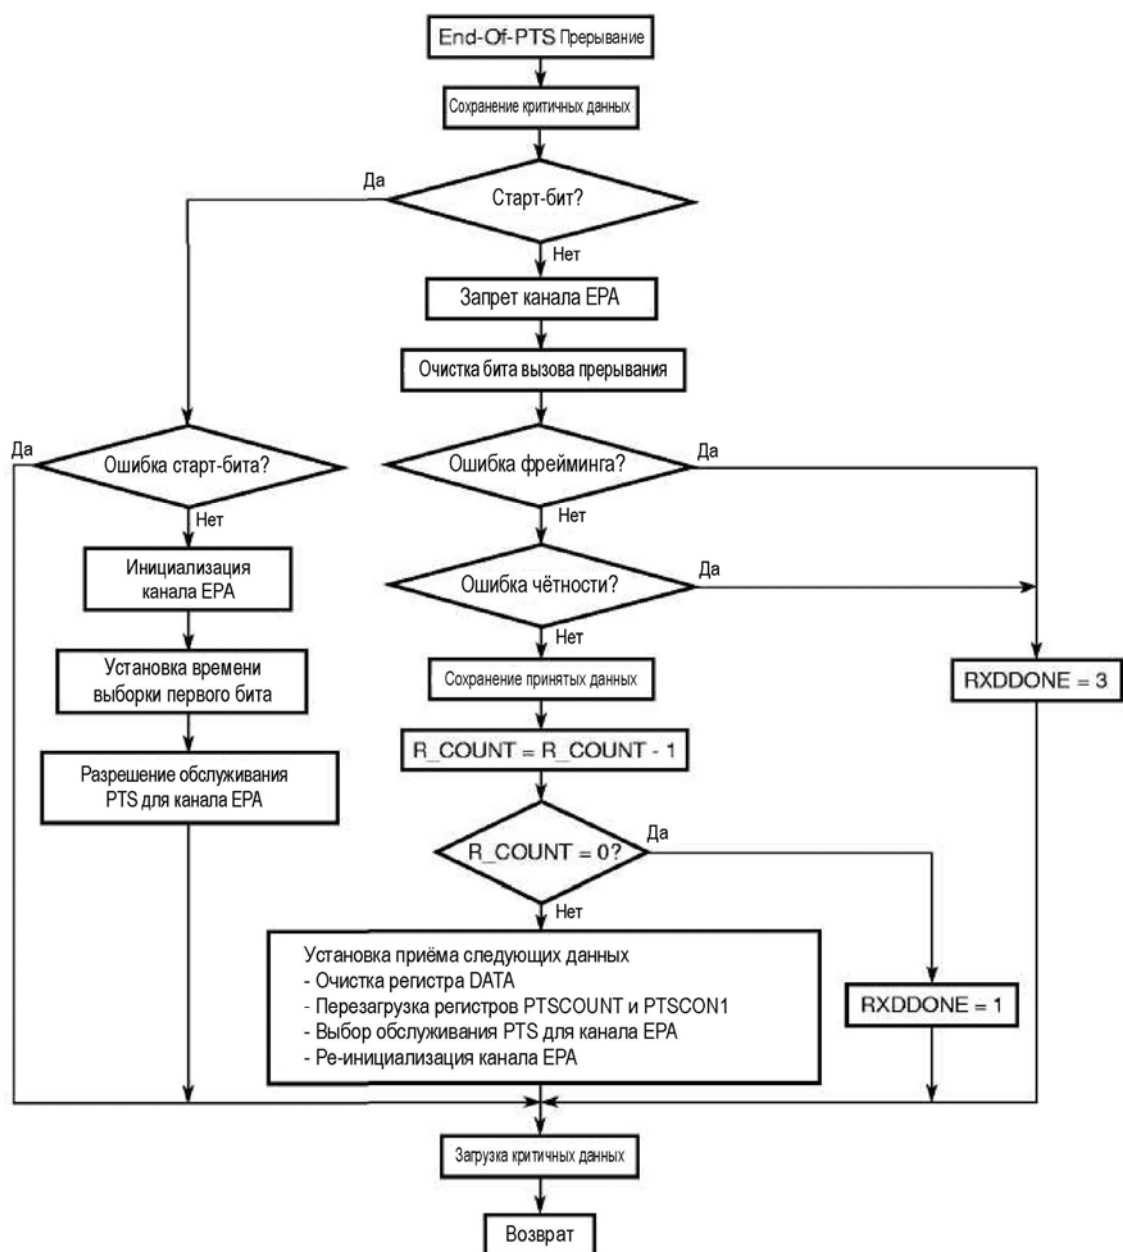

Рисунок 6.28 – Режим асинхронного SIO приёма. Блок-схема процедуры прерывания end-of-PTS
4. PTS начинает загружать данные через интервалы, равные времени 1,5 бит. Когда PTSCOUNT уменьшается до нуля, PTS вызывает прерывание end-of-PTS (см. рисунок 6.28). Процедура обслуживания прерывания проверяет ошибки фрейминга и чётности (рисунок 6.19), очищает регистры DATA для следующего приёма, перезагружает регистры PTSCOUNT и PTSCON1, переводит канал EPA в режим захвата по заднему фронту. Необходимо помнить, что в это время обслуживание PTS для канала EPA запрещено, т.к. следующее прерывание должно быть стандартным.